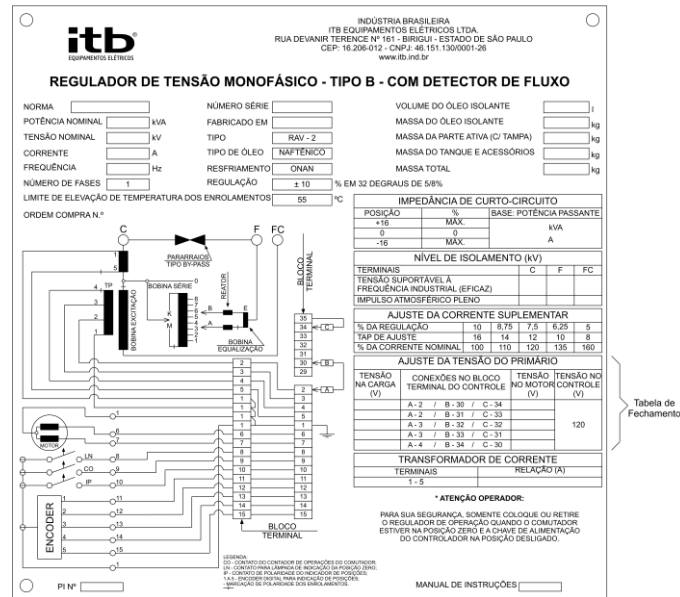

Figura 10: Placa de identificação padrão ITB
9. Verifique se o fechamento do TP está adequado para a tensão de linha conforme indica a placa de identificação figura 10.
As características físicas e elétricas dos reguladores podem ser observadas na placa de identificação localizada na parte externa do tanque. O modelo da placa de identificação pode ser observado conforme figura 10.